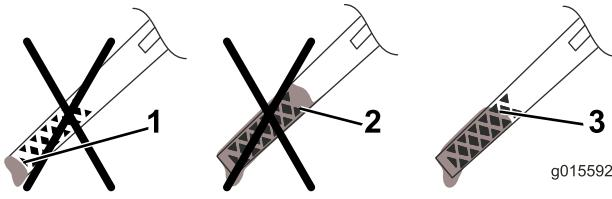

Рисунок 14
5. Выньте щуп для замера уровня масла и проверьте уровень масла по щупу (Рисунок 14).